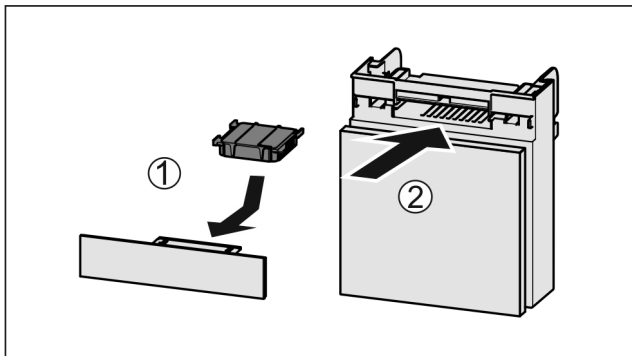

Fig. 165
- ▶ 按图装入 Fig. 165 (1) 活性炭过滤器。
- ▶ 推入 Fig. 165 (2) 抽屉。